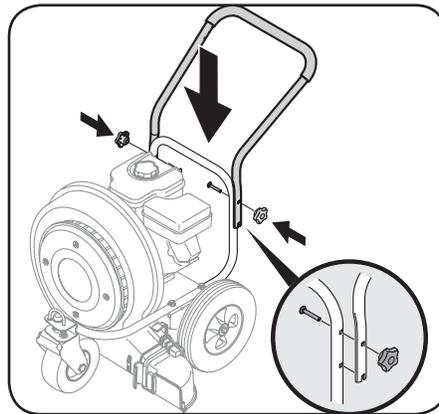

Figure 3-2
2. Placez la poignée supérieure sur la poignée inférieure en alignant les trous supérieurs et les encoches de métal de la poignée supérieure avec les trous supérieurs et inférieurs de la poignée inférieure. Fixez la poignée supérieure à la poignée inférieure avec les boulons de carrosserie (a) et les boutons étoile (b). Voir Figure 3-2.